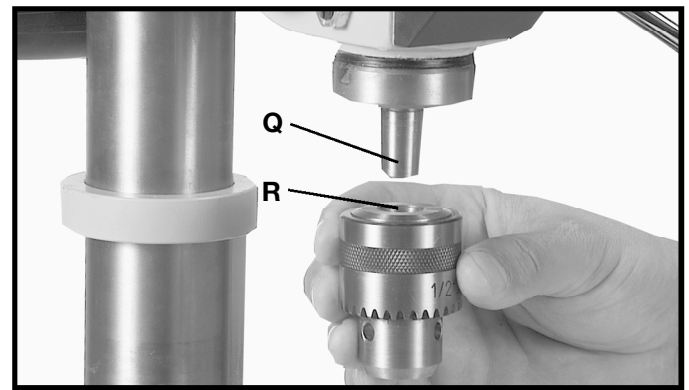

Fig. 15
10. **IMPORTANTE:** Asegúrese que el árbol cónico (Q) Fig. 15, y el agujero cónico (R) del mandrino estén limpios y libres de grasa, laca o revestimientos protectivos. **NOTA:** Los limpiadores de hornos domésticos pueden quitar eficazmente el revestimiento protector del árbol cónico y del mandrino. Sin embargo, obedezca cuidadosamente las reglas de seguridad del fabricante en cuanto a su uso.